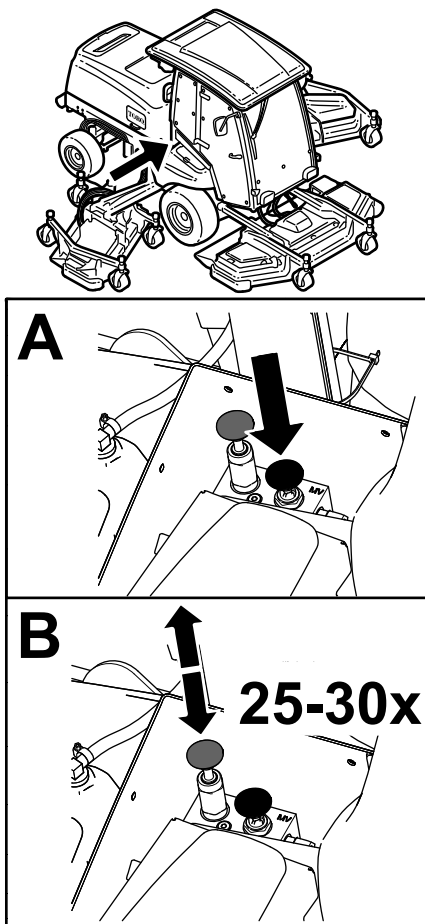

図 70
4. 図 70 のように、バイパスバルブとプランジヤで手動で自動駐車ブレーキを解除する。